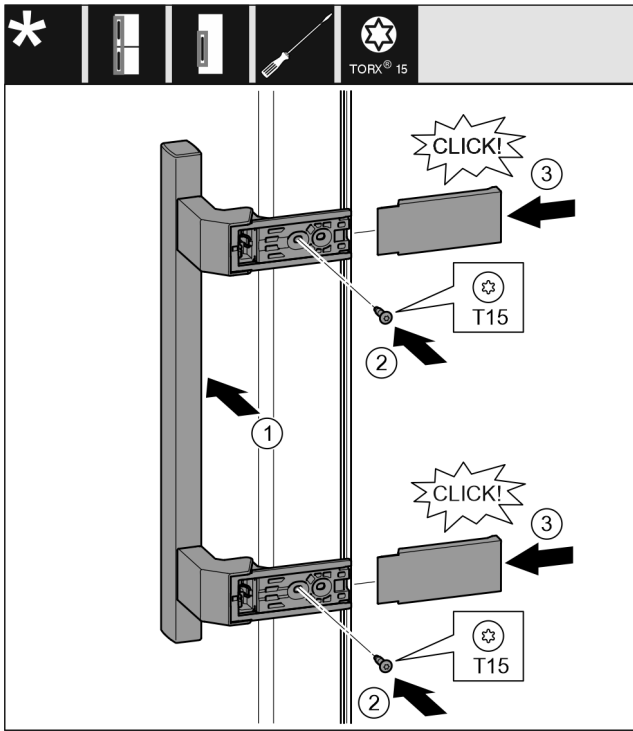

Fig. 18
- ▶ Applicare la maniglia sul lato opposto. Fig. 18 (1)
- ▶ Serrare le viti con il cacciavite T15. Fig. 18 (2)
- ▶ Applicare le coperture lateralmente e spingerle. Fig. 18 (3)